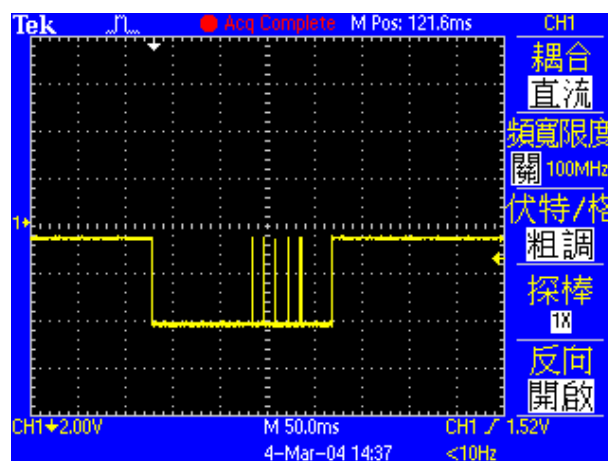
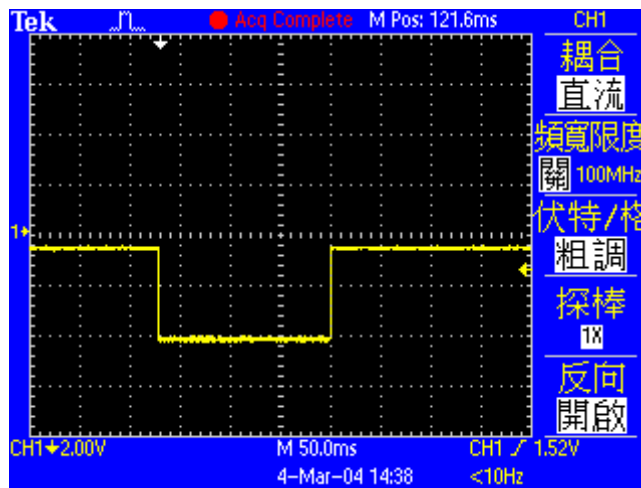

図 5.6.2 “Debounce time” が 0 ms の時の In-position 信号
図 5.6.3 “Debounce time” を 3 ms にした時の In-position 信号
- (1) 「Target Radius」を固定し、「Debounce time」を0 msに設定した後、図 5.6.2に示すように、モーターを距離だけ動かして、オシロスコープの「In-Position」信号を観察します。「In-Position」が達成されると、信号は高レベルになります。それが達成されないとき、信号は低レベルです。図 5.6.2から、モーターが目標位置の近くに移動すると、6つの突出したパルスが確認できます（最後の2つはより近くにあります）。各突出パルスの高レベルの持続時間を観察すると、最初のパルスは約1.5ミリ秒、2番目のパルスは約1.4ミリ秒、3番目のパルスは約1.4ミリ秒、4番目のパルスは約1.3ミリ秒、5番目のパルスと6番目のパルスは約1.3ミリ秒です。1つは約1ミリ秒です。
(2) 図 5.6.2を見ると、最も広い突出パルスは1.5msです。そのため、「Debounce time」はこの値より大きく設定できます。安全率を考慮した上で、「Debounce time」を3msに設定してください。モーターを少し動かしてみます。「In-Position」信号は図 5.6.3のようになります。「In-Position」信号の不安定性が改善されます。